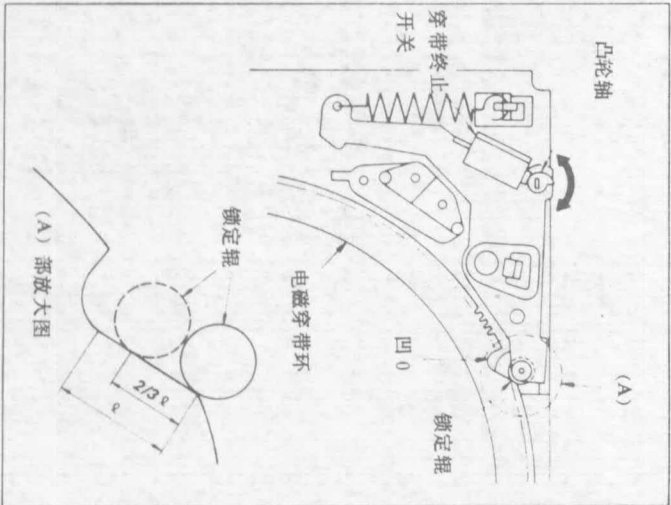

图 33 穿带终止开关位置调整
- 用手转动电磁穿带环,检查当锁定规在该环凹槽Ⓐ伸直部位1的上面 2/3 的范围内移动时,穿带终止开关会有通断动作并发出卡搭声(图 33)。否则应进行下列调整: